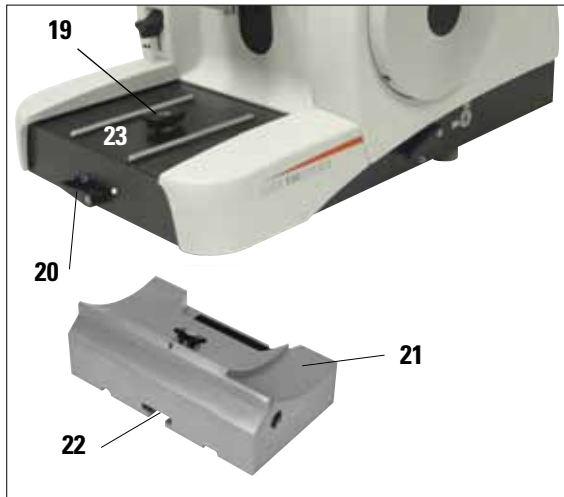

Abb. 10
- Klemmhebel vorn an der Mikrotomgrundplatte lösen und Messerhalterbasis mit Messerhalter bis kurz vor die Probe schieben. Siehe hierzu Abb.10,S.18 bzw. Abb. 27, S.31.